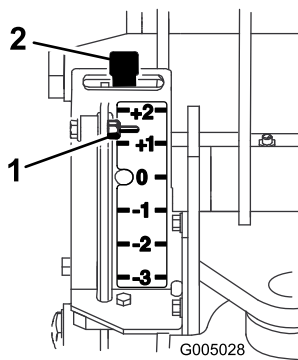
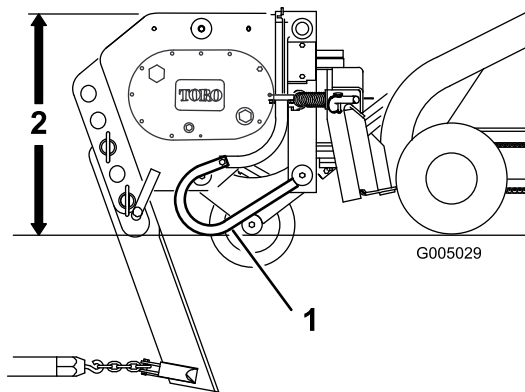

Figura 7
Figura 8
5. Inclinate completamente all'indietro la piastra dell'accessorio in modo che la sommità dell'interratubo sia parallela al suolo (Figura 8).
L'indicatore si trova sul lato sinistro dell'interratubo rivolto verso la trattrice. Un gruppo asta collega l'indicatore con il livello del terreno (Figura 8). Quando sollevate l'interratubo, l'indicatore si sposta verso il basso. Le tacche riportate sull'indicatore mostrano la variazione di profondità rispetto alla profondità massima a cui state eseguendo lo scavo (Figura 7). L'indicatore mostra un valore da +2 a -3. +2 sull'indicatore rappresenta una profondità di 5,0 cm sotto la nuda superficie e -3 sull'indicatore rappresenta una profondità di 7,6 cm sopra la nuda superficie. Lo 0 indica che non è applicato alcun offset alla profondità della lama.